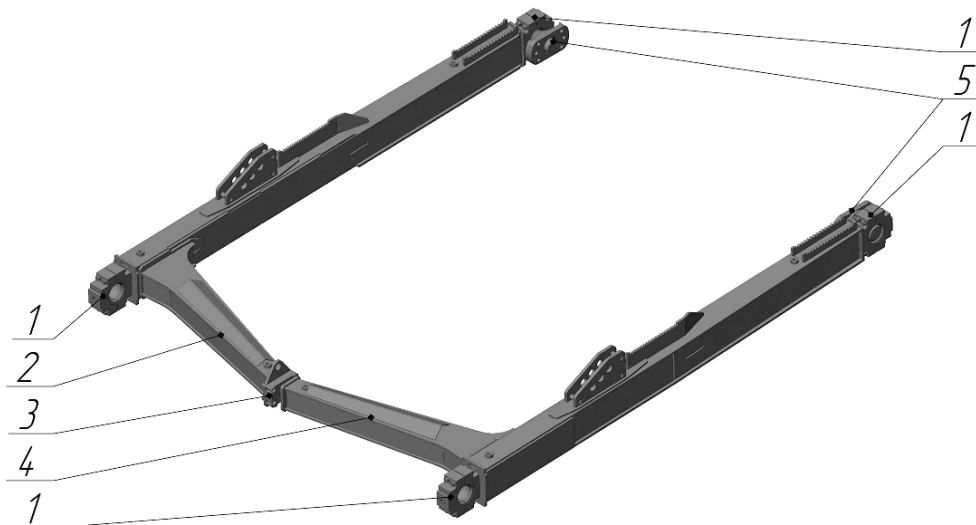
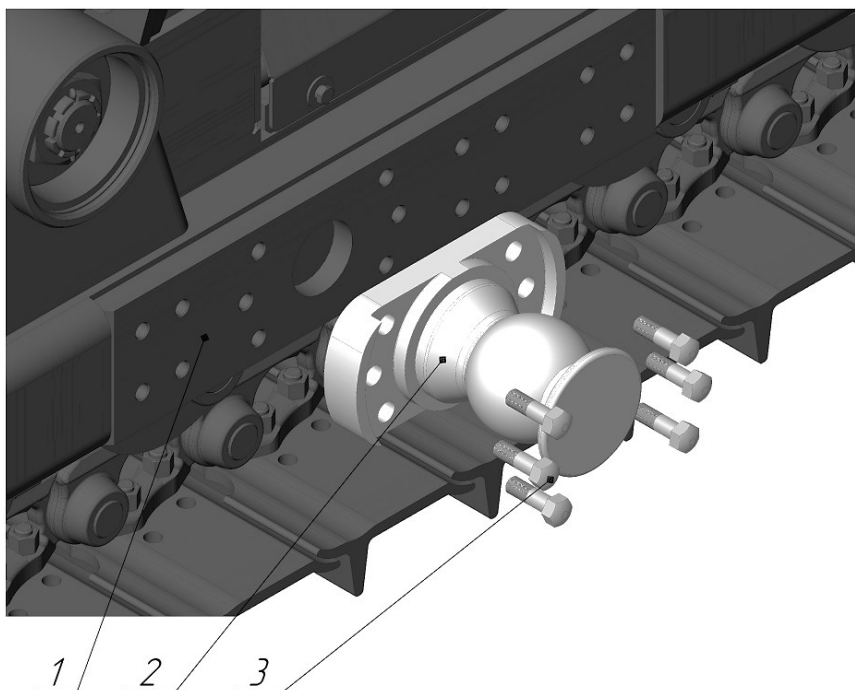

Рисунок 3.97. Брус толкающий
Рисунок 3.98. Монтаж опор шаровых
Брус толкающий состоит из шарниров упряжных 1, полубруса правого 2, подшипника центрального 3, полубруса левого 4 и опор шаровых 5, рис. 3.97).
Монтаж полубрусьев 2, 4 (рис. 3.97) на гусеничные тележки 1, рис. 3.98
- ▶ Разобрать шарниры упряжные 1 (рис. 3.97), чтобы освободить опоры шаровые 5.
- ▶ Поочередно с левой и правой сторон бульдозера на рамы гусеничных тележек 1 установить опоры шаровые 2, закрепить их с помощью болтов 3, см. рис. 3.98.
Стыковка левого 4 и правого 2 полубрусьев (рис. 3.97)